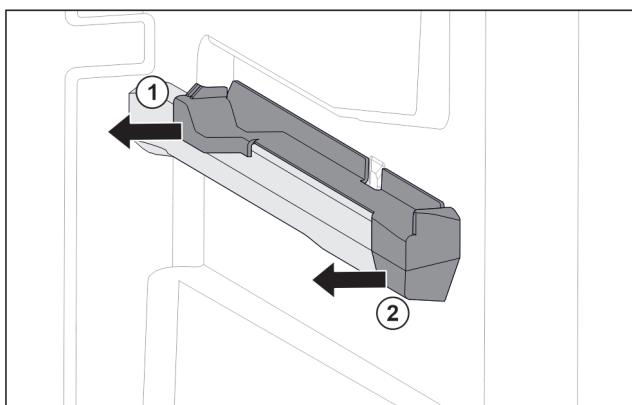

Fig. 79 Násuvný diel na pravom rebre nádoby
- Stiahnite násuvný diel vzadu do strany. Fig. 79 (1)
- Stiahnite násuvný diel vpredú do strany. Fig. 79 (2)